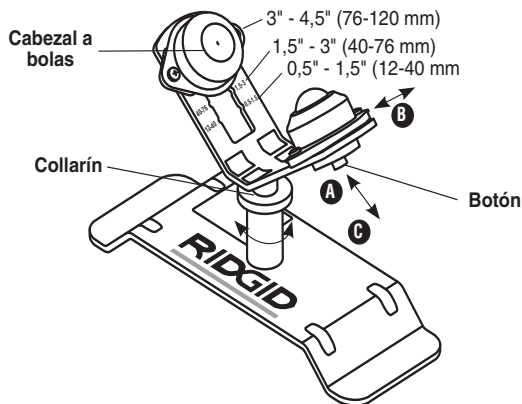

Figura 1 – Soporte para tubos PC116TS
- b. Desplace el cabezal a bolas hacia la posición que corresponda al tamaño del tubo (vea la Figura 1).